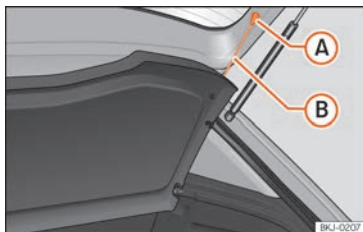

Fig. 163 Dans le coffre à bagages : dépose et repose de la plage arrière.
- Décrochez les tirants de fixation »» **fig. 163** (B) de leurs logements (A).
- Accrochez les tirants de fixation »» **fig. 163** (B) sur le capot de coffre.